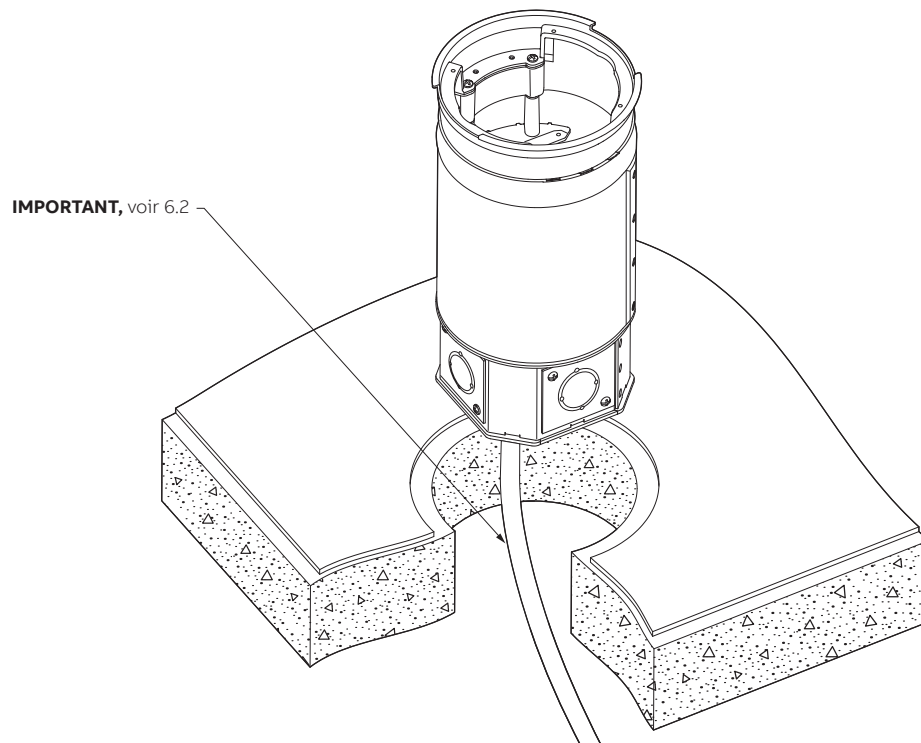

Figure 15
- 6.2 **IMPORTANT** : Si on utilise un conduit flexible, les connexions peuvent être effectuées avant d'insérer la boîte encastrable dans le trou. Les conduits flexibles **DOIVENT** être connectés par le fond de la boîte de jonction (voir la figure 15).